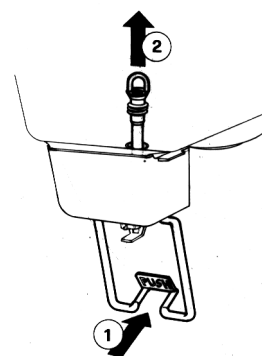

figura 5
- 1 - Premere (1) la leva comando rubinetto e sfilare (2) il gommino rubinetto dalla sua sede verticale sul fondo del contenitore bevanda (vedere figura 5).